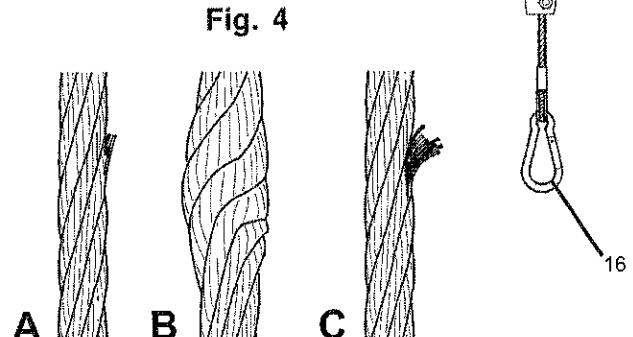

Fig. 4
**To check the cables, regarding rejection criteria (cable replacement), refer to ISO 4309:2011. (See Fig.4 for some examples).**
Para comprobar los cables con respecto a los criterios de deshecho (sustitución cable), tomen como referencia la norma ISO 4309:2011. (Véase Fig.4 para algunos ejemplos).